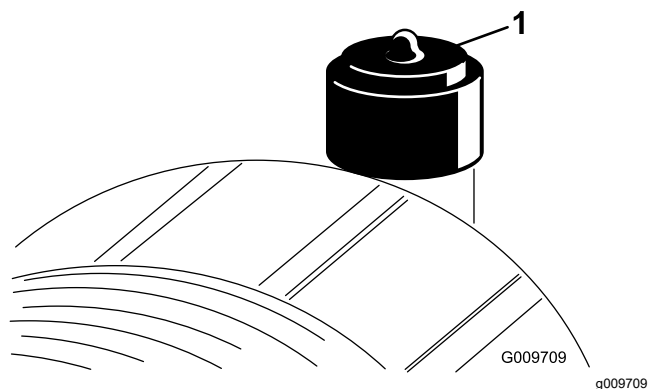

図 52
エアクリーナの整備はインジケータ図 52 が赤色になってから行ってください。早めにエレメントを交換しても意味がありません。むしろフィルタを外したときにエンジン内部に異物を入れてしまう危険が大きくなります。
- インジケータ 図 52 が赤になっている場合はリセットする。